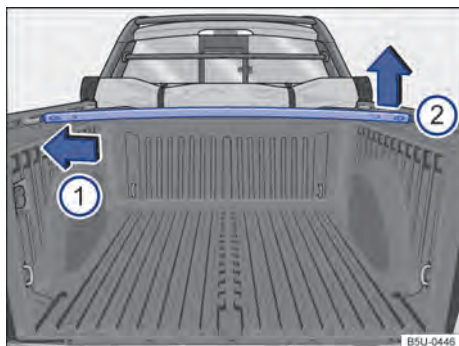

Fig. 53 Travessas no compartimento de carga: remover e instalar.
- Para remover, pressionar a travessa do lado esquerdo no sentido da seta → Fig. 53  e retirar a travessa do alojamento pelo lado direito .